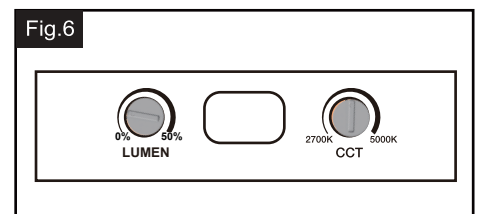

Fig. 6
**Remarque :** Vous pouvez régler la luminosité de faible intensité (0 % ~ 50 %) et la couleur proximale CCT (2700 K ~ 5000 K) à l'aide du bouton Luminosité de faible intensité (0 % ~ 50 %) et le bouton Couleur proximale CCT (2700 K ~ 5000 K) sur la plaque arrière (voir Fig. 6).
**Remarque :** Vous pouvez régler la couleur proximale CCT (2700 K ~ 5000 K) à l'aide du bouton Couleur proximale CCT (2700 K ~ 5000 K) situé sur la plaque arrière. (Voir Fig. 6)
**Remarque : Vous pouvez régler la luminosité de faible intensité (0 % ~ 50 %) et la couleur proximale CCT (2700 K ~ 5000 K) à l'aide du bouton Luminosité de faible intensité (0 % ~ 50 %) et le bouton Couleur proximale CCT (2700 K ~ 5000 K) sur la plaque arrière (voir Fig. 6).**